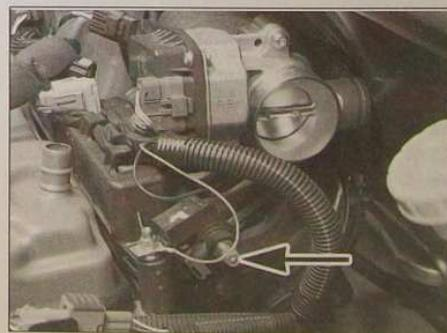

FIG.43
Toute intervention sur le circuit d'alimentation en carburant nécessite de faire chuter la pression de celui-ci. Une valve Schrader est montée à cet effet en bout de la rampe d'injection (Fig.43). En branchant un tuyau muni d'un raccord approprié (outil Citroën 4192-T) sur cette valve, il est possible de faire chuter la pression. Recouvrir la valve d'un chiffon au moment de brancher le tuyau
- Faire chuter la pression, à l'aide de la valve Schrader placée sur la rampe d'injection avec un tuyau muni d'un raccord approprié (outil Citroën 4192-T) (Fig.43).